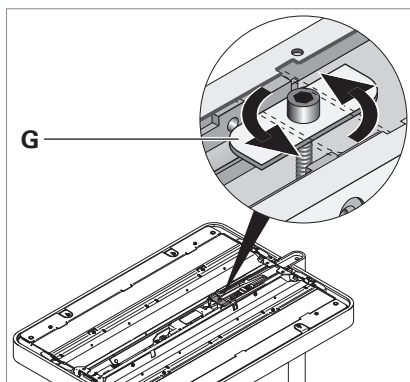

Fig. 4: Rotazione della piastra di regolazione.
- Sollevare leggermente la testa dell'apparecchio e ruotare la piastra di regolazione **G** di 90°, vedi Fig. 4.